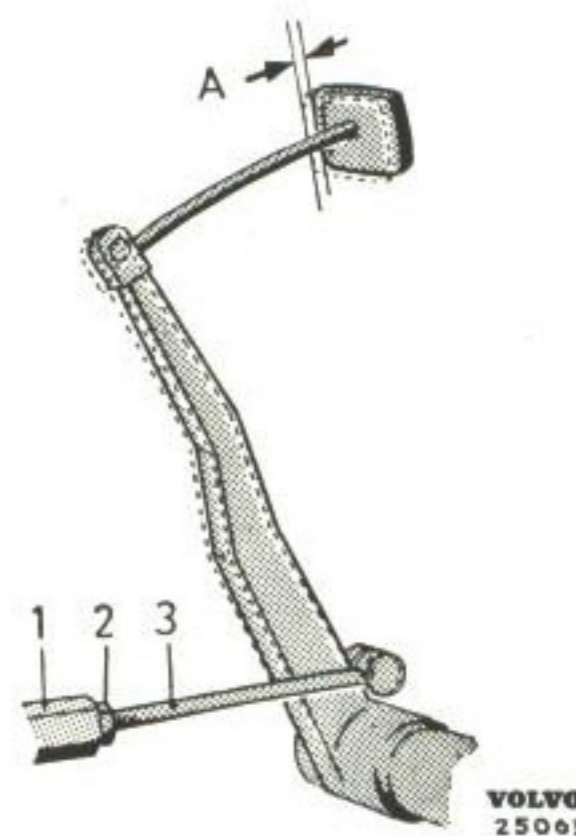

Bild 31. Justering av frigång.
Inställning av bromspedalens frigång sker genom att justera länkstångens (3, bild 31) längd. Lossa därvid låsmuttern (2) samt vrid tryckstången (1) tills pedalens frigång är 7—12 mm (mått A). Drag låsmuttern.